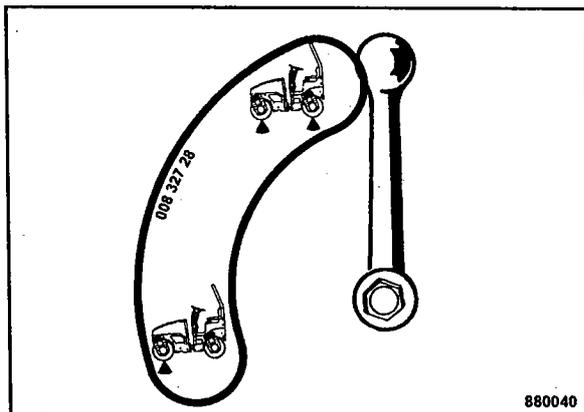

Fig. 55
- Con la llave esférica (Fig. 55) hay que preseleccionar el rodillo o los rodillos deseados.